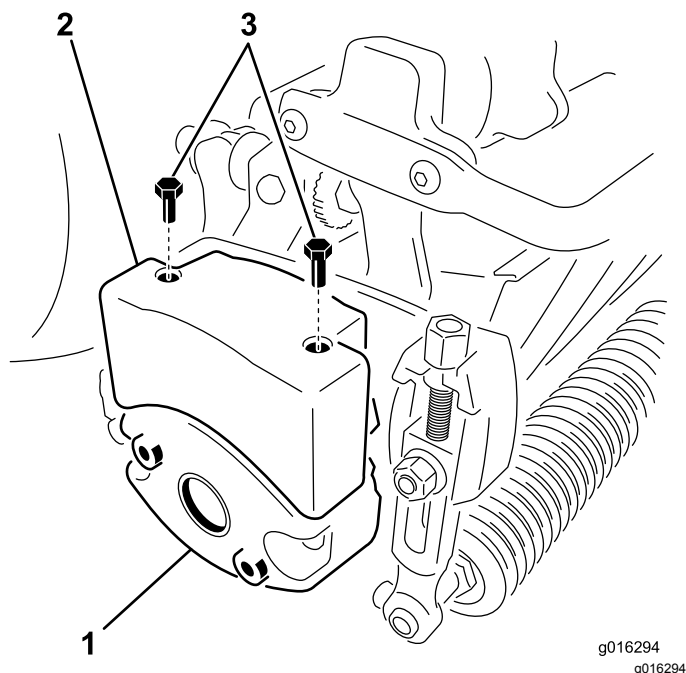

Bild 10
4. Nehmen Sie die zwei Schrauben ab, mit denen der Ballast an der Seite des Mähwerks befestigt ist (Bild 10).
6. Befestigen Sie den oberen Ballast mit zwei Sechskantschrauben am Mähwerk (Bild 10).